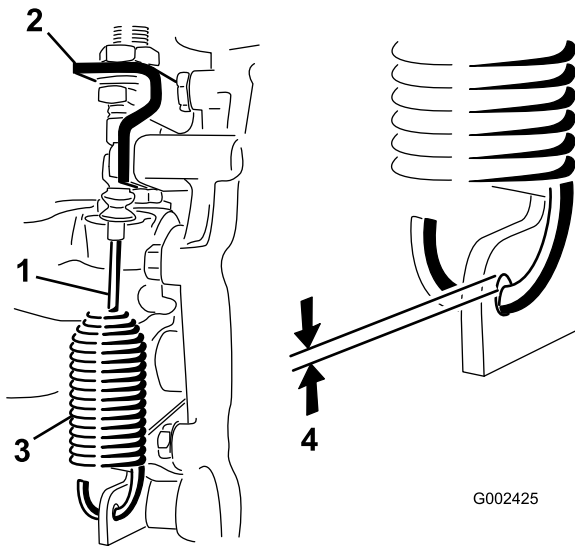

Figure 57
1. Enlevez l'axe de chape qui fixe le câble de gamme haute/basse à la boîte-pont (Figure 57).
2. Desserrez les écrous de blocage qui fixent le câble de blocage du différentiel au support de la boîte-pont (Figure 57).